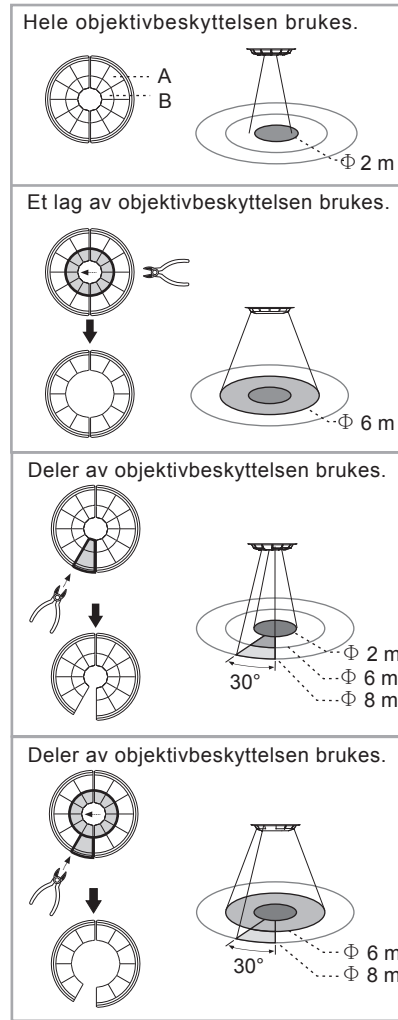

FIG. 24
4.2.3.2 Etter å ha valgt ønsket overvåkingsområde fjerner du de seksjonene av objektivbeskyttelsen som ikke lenger er nødvendige (se FIG. 24).
- Den skyggelagte delen i FIG. 24 viser overvåkingsområdet som er eksponert ved å fjerne deler av objektivbeskyttelsen.